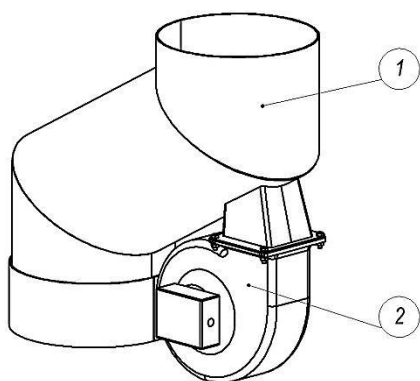

Рис. 9
- е) Дымовой aspirator (дымосос). (Рис.9).
Является дополнительной опцией, позволяющей увеличить тягу отводимых газов. Устанавливается в соответствии с Рис.9.